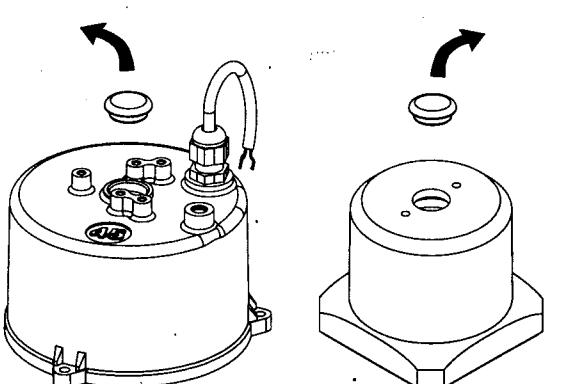

Fig. 1
- 1) Togliere il tappo dalla calotta motore come in fig. 1.
- 1) Remove the plug from the motor-cover as shown in figure 1.
- 1) Enlever le bouchon de la calotte du moteur d'après la fig. 1.
- 1) Quite el tapón de la tapa del motor como se muestra en la fig. 1.
- 1) Den Verschluß der Motorhaube abnehmen, wie in Abb. 1 gezeigt.